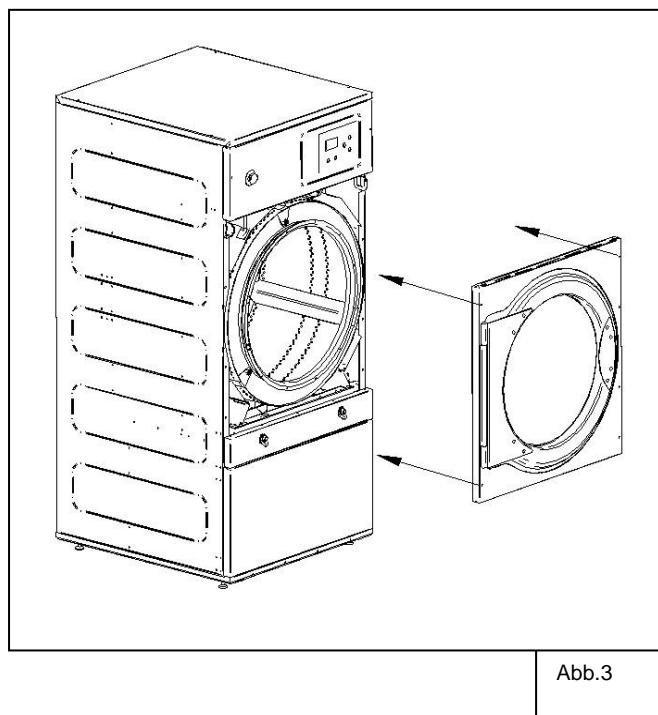

Abb.3
6. Die Gerätetür  $180^\circ$  drehen, so dass sich die Scharniere auf der gegenüberliegenden Seite befinden. Hierzu müssen erneut die 6 Schrauben B, sowie die Schrauben B1 mit Hilfe eines Innensechskantschlüssels der Größe 3 benutzt werden. Siehe Abb. 3.